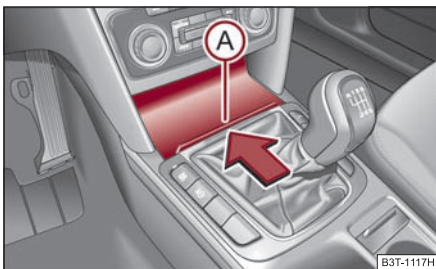

Fig. 110 Consola centrală față:
- Deschideți scrumiera ⇒ pagina 96, fig. 110.
- Apăsați pe capac, în punctul (A), în sensul indicat de săgeată ⇒ fig. 110, capacul intră în interior.